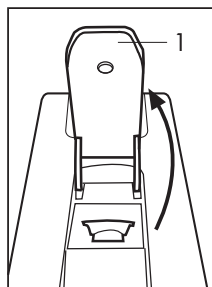
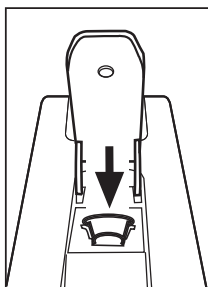

Fig. 7
Fig. 8
- Levante completamente la palanca de mando (1) (Fig.7) e inserte una cápsula en el espacio adecuado. (Fig. 8)